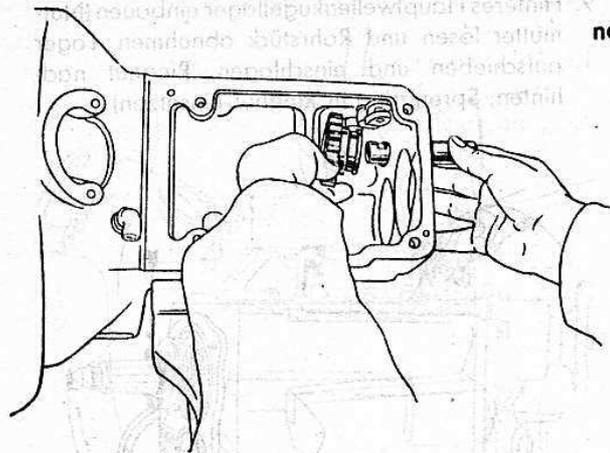

Bild 121
2. Rücklaufrad mit Führungsnute nach hinten so einbauen, daß Gleitbacke des Zwischenhebels in Führungsnute eingreift (Bild 121); Welle einführen und mit Sicherungsschraube sichern. Gegenmutter anziehen.